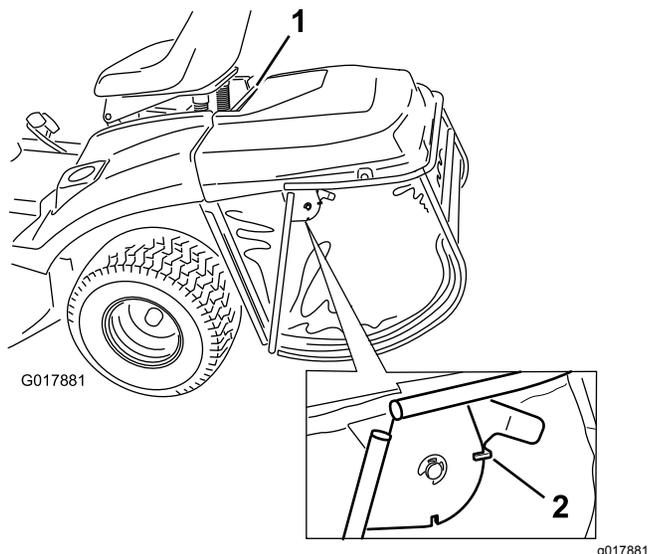

図 38
1. 集草バッグについているロッキングラッチをロックする 図 38。